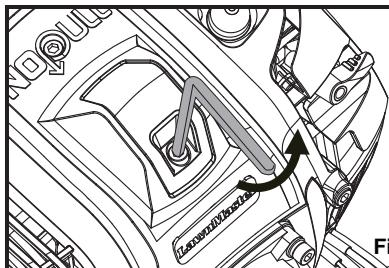

Fig. 43
- Saque la cubierta de la bujía usando la llave hexagonal incluida (Fig. 43).